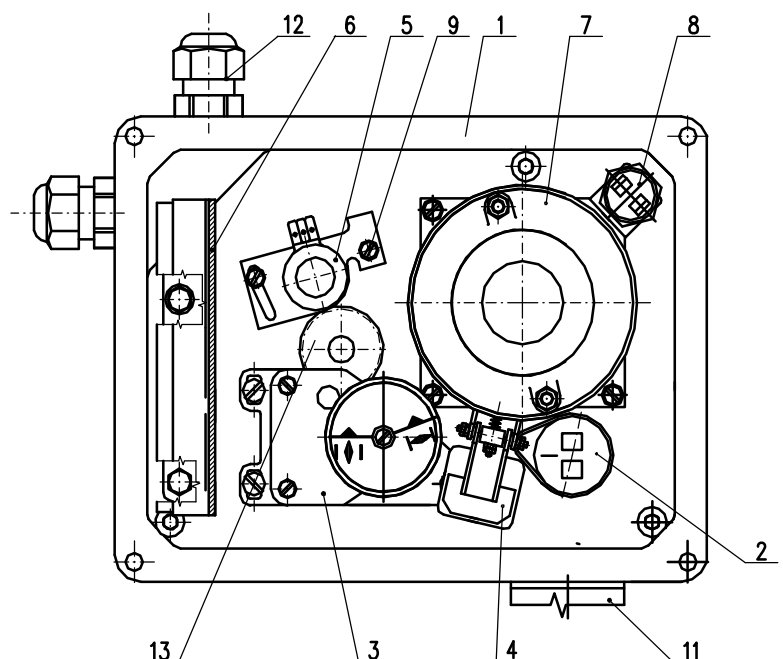

Рис.4
После механического присоединения, электрического присоединения и проверки соединения и функции начните установку и наладку установки. Установка осуществляется на механически и электрически присоединенном приборе. Эта глава описывает установку прибора на высокоспециальные параметры в случае, если произошла перестановка некоторого элемента прибора. Размещение устанавливающих элементов пульта управления изображено на рис.4.
4.2 Установка узла положения и сигнализирувания (рис.4)